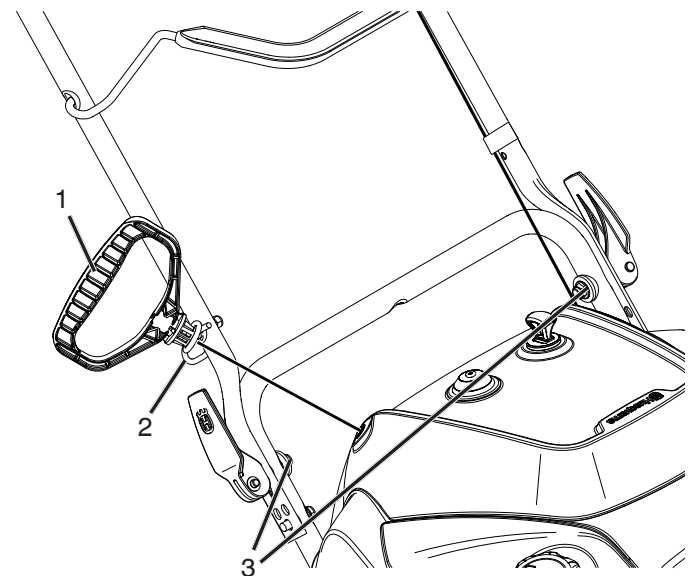

Figure 3
2. Forcez légèrement sur la poignée pour vérifier que la poignée est bien enclenchée (Figure 3).